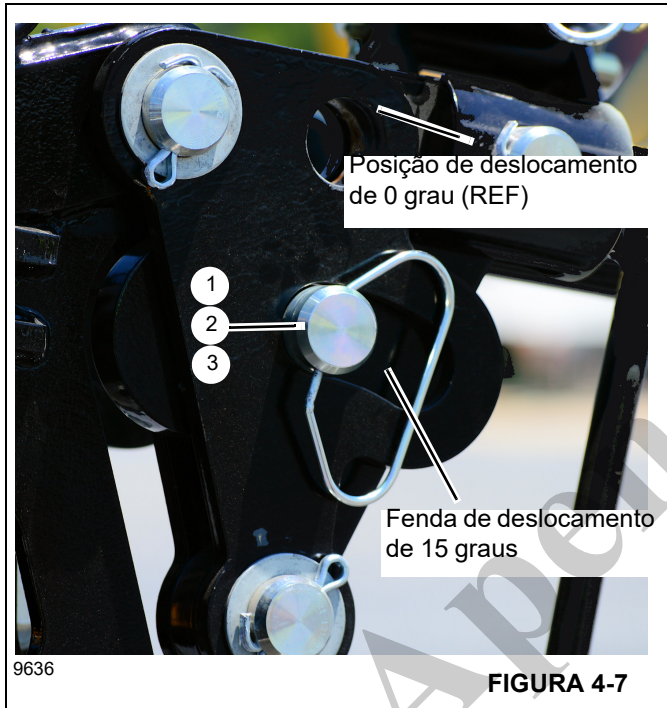

FIGURA 4-7
- Deslocamento de 15 graus — Os pinos de deslocamento estão instalados na fenda de deslocamento de 15 graus (Figura 4-7).
3. Remova os pinos de deslocamento (1, Figura 4-7), as arruelas (2) e os pinos de trava (3) da posição de 0 grau.
4. Instale os pinos de deslocamento (1), as arruelas (2) e os pinos de trava (3) na fenda para a posição de deslocamento de 15°. Fixe com os grampos de mola do pino de trava.
3. Remova os pinos de deslocamento (1), as arruelas (2) e os pinos de trava (3) da posição de deslocamento de 15 graus (Figura 4-7).
5. Instale os pinos de deslocamento (1), as arruelas (2) e os pinos de trava (3) na posição de deslocamento de 0° (Figura 4-7). Fixe com os grampos de mola do pino de trava.